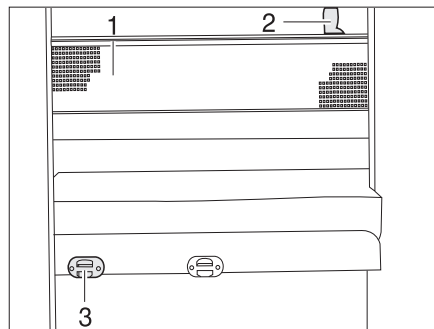

Fig. 169 Red de seguridad
- Enganchar la escalera de ascenso con los largueros en el soporte (Fig. 169,3) en el panel.
La red de seguridad (Fig. 169,1) viene de serie entre el colchón y el somier. Tender la red de seguridad cuando la persona ya se encuentre en la cama.
- Engatillar las cintas de sujeción (Fig. 169,2) en los soportes en el techo.